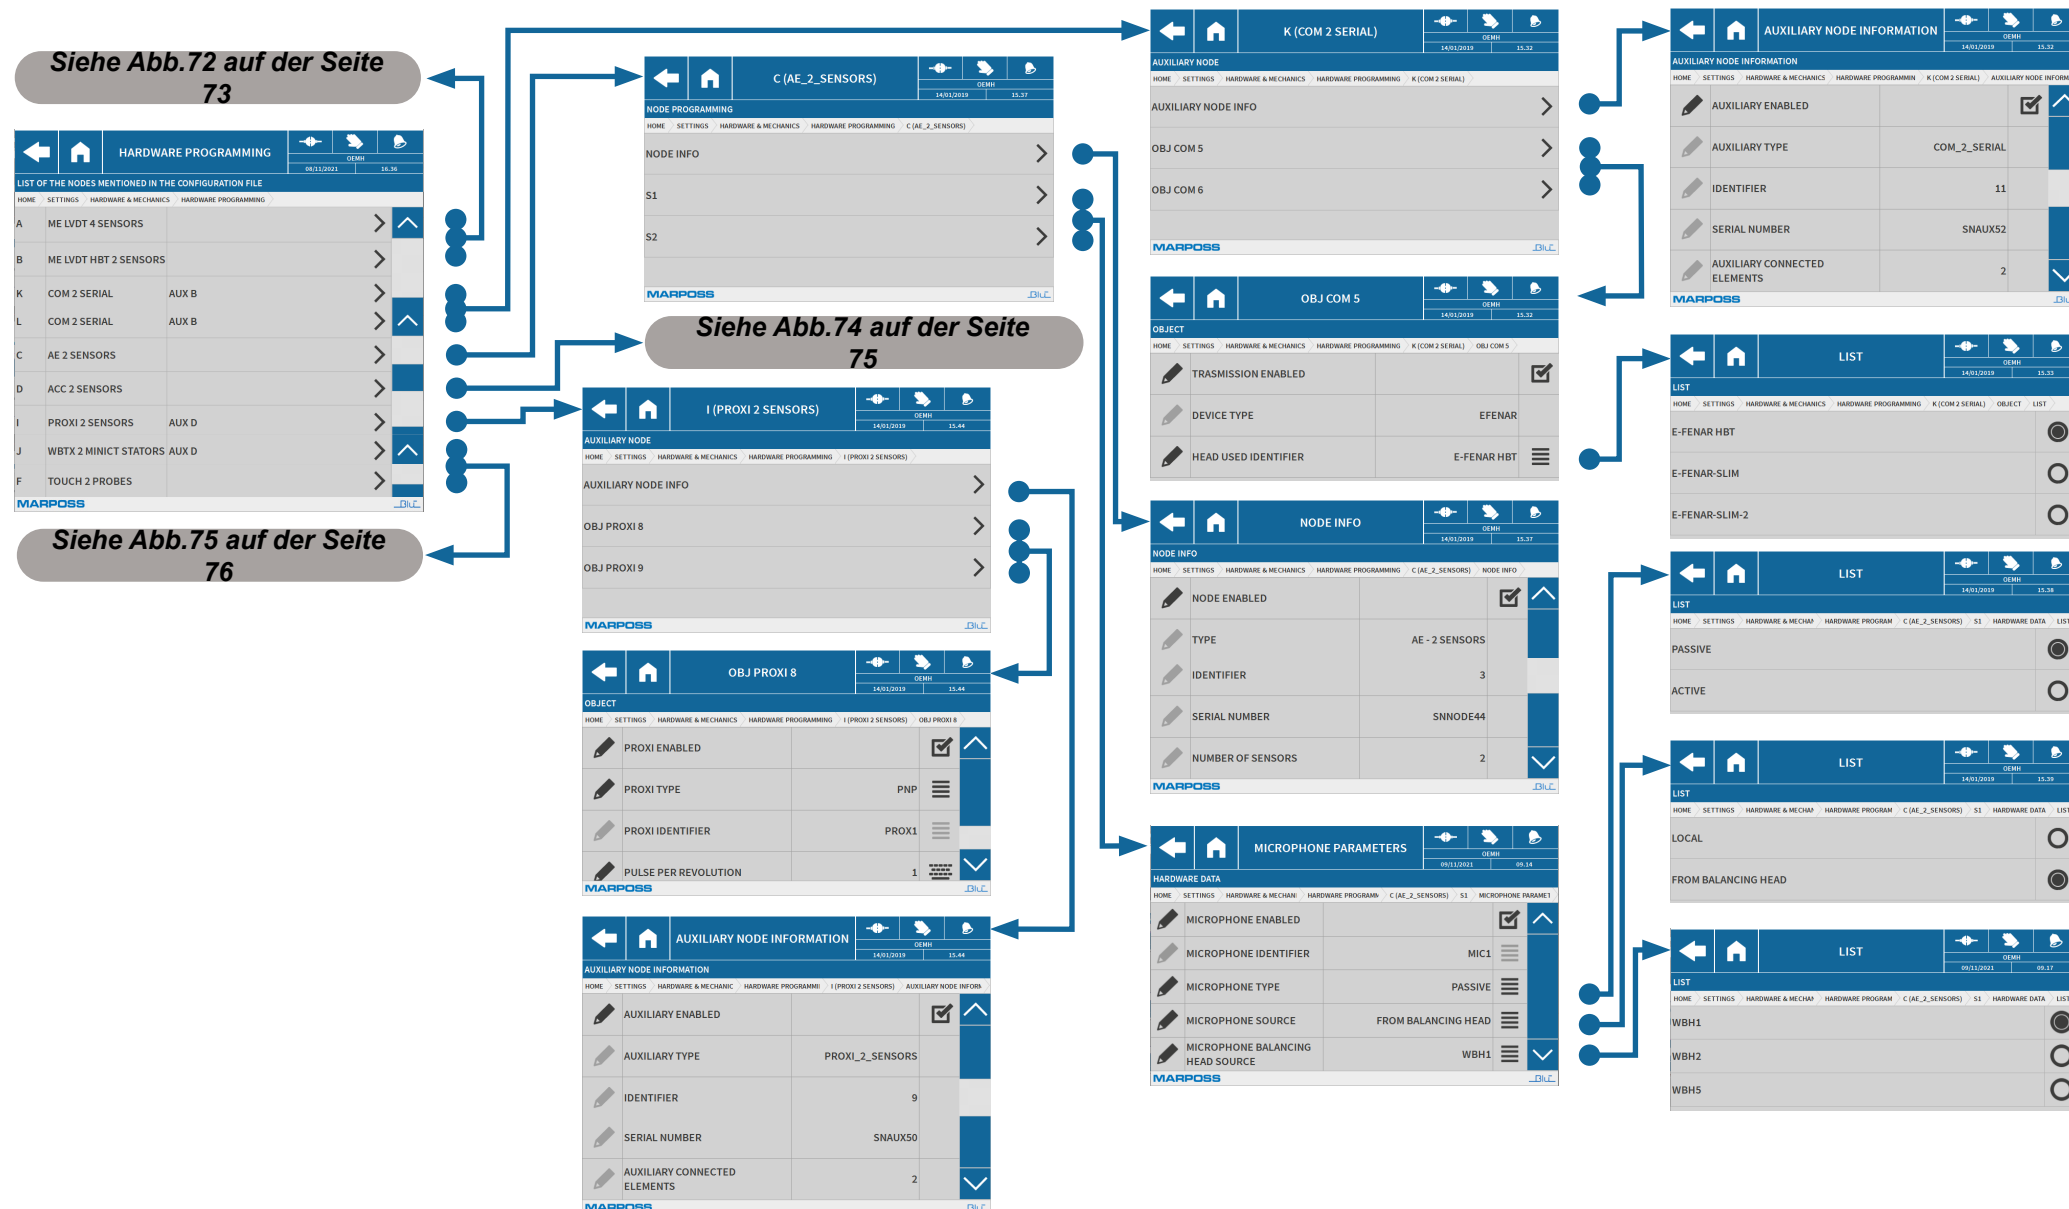

Abb.73. Menü Setting &gt; Hardware &amp; Mechanics
**Siehe Abb.73 auf der Seite 74**